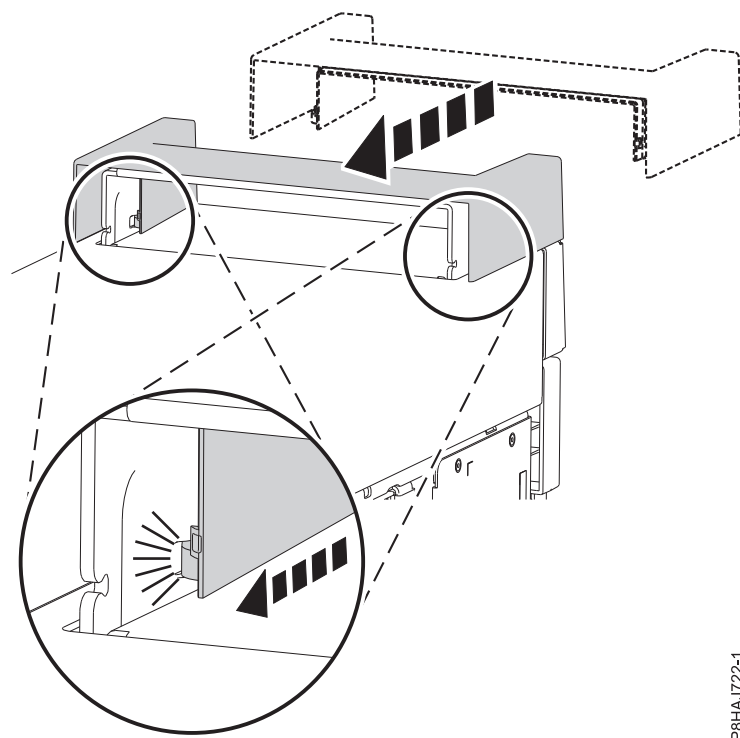

Figura 38. Fixació de la tapa de nansa en un sistema autònom 8286-41A
1. Colleu la tapa de nansa a l'estació d'acoblament RDX interna (FC EUA3) fent-la lliscar cap a la part posterior del sistema. Consulteu Figura 38.